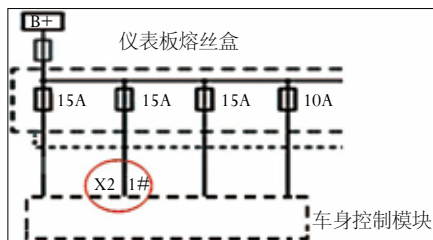

图2 故障点线路图
5. 查看BCM模块的数据流, 发现蓄电池电压为34.9V。测量BCM模块各电源线上的电压, 均为12V左右, 发电机并未工作, 模块内的蓄电池电压却显示如此之高, 因此怀疑BCM缺少搭铁线。准备测量搭铁线路时无意中发现在BCM插头上有一插针接近脱落状态。查看线路图(图2), 此线为BCM的“X2”插头1#脚, 测量线路上的电压为12V, 可以确定为BCM的模块电源线, 装好插针, 试车, 可以一次启动, 此时ABS及头灯模块都可以正常通讯, 以前不能清除的故障码都已变成历史故障码。